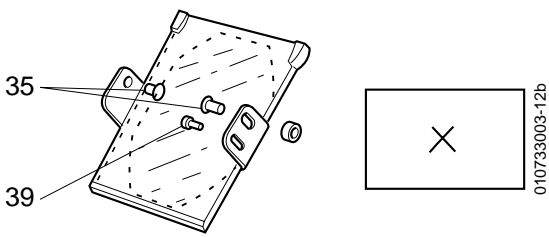

FIG. 2
- 2) Die Lampenhalterung entfernen (Abb. 2).
- 9) Centrer chaque faisceau sur le repère du centre en agissant sur les axes **(35)** et la vis **(39)** à l'aide de 2 clés plates de 10 mm et une clé intravis de 2,5 mm (FIG. 2).